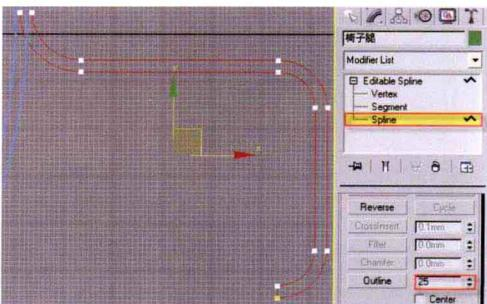

图1-26
②6 选择“椅子腿”模型，切换到Spline（样条线）层级下，按【Ctrl+A】快捷键全选所有的线段，在Geometry（几何体）卷展栏下的Outline（轮廓）中输入数值为25，按【Enter】（回车）键结束，如图1-26所示。